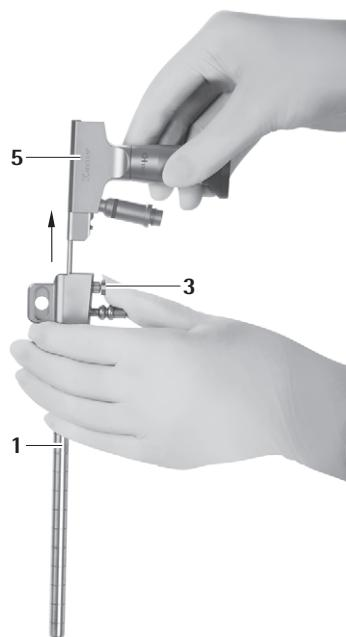

Fig. 8
► Tryk på udløserknappen **3** og træk endoskopet **5** ud af MINOP InVent-trokaren **1**, se Fig. 8.